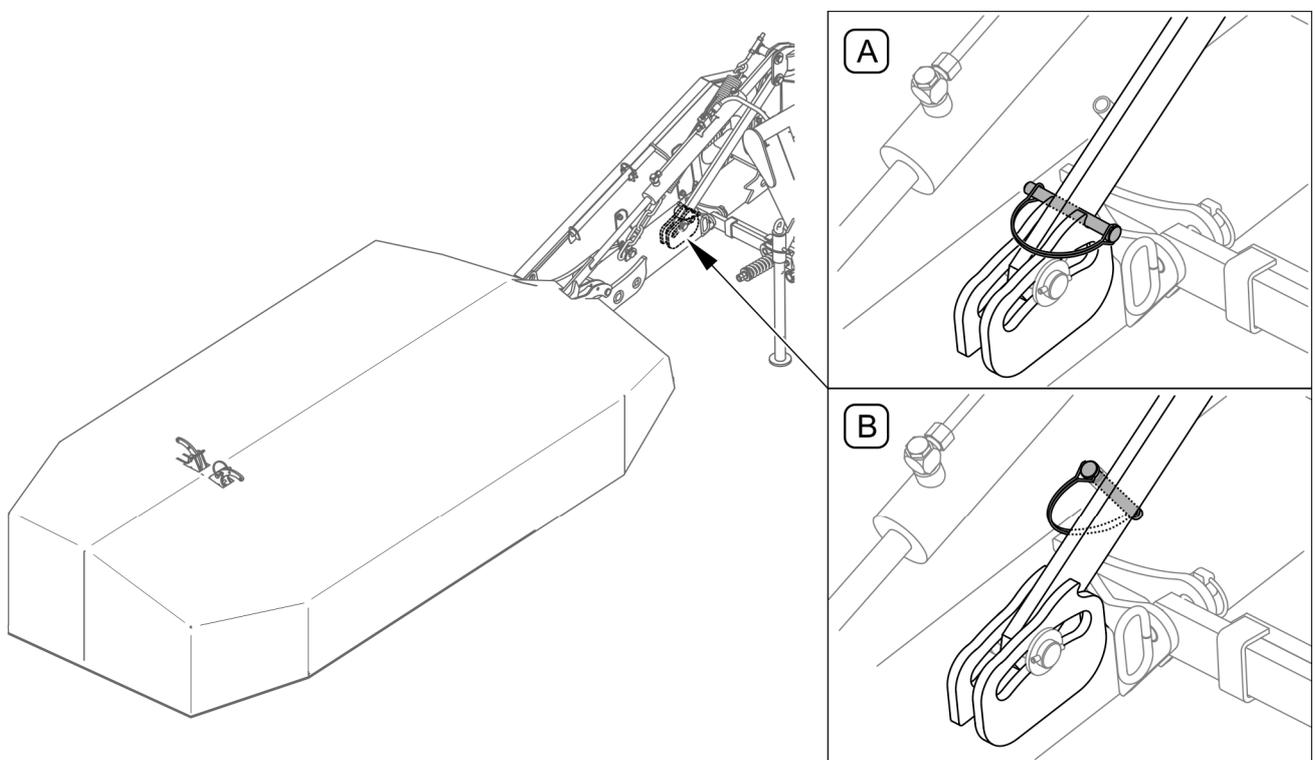

FIGURE 4.9 Déverrouillage de la copie du terrain
Si le copiage du terrain était préalablement bloqué (A) (par exemple la faucheuse en position de stationnement, déconnectée du support), avant de commencer les travaux avec la faucheuse, il faut débloquent le bras support de la faucheuse (B) en retirant la goupille de l'ouverture de la bande et en le fixant dans la manche (FIGURE 4.9).